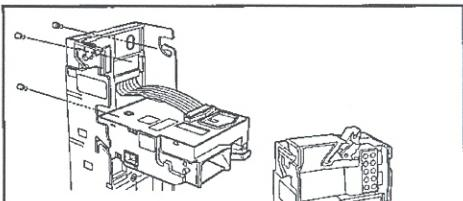

Figura 4
3. Alinee los agujeros de la tecla de cambiamonedas arriba los espárragos o tornillos en la máquina vendedora y apriételos (No apretarlos demasiado) (Sírvase ver la Figura 4).